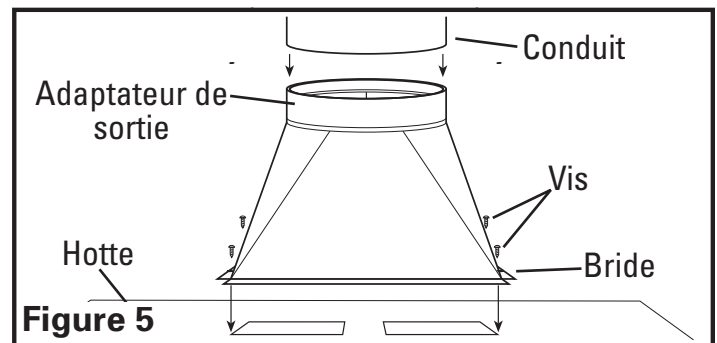

Figure 5
- Installer l'adaptateur mural de la bonne taille requise à la hotte en appariant les quatre trous sur la bride de l'adaptateur aux quatre trous correspondants sur la hotte et fixer en place avec les vis comprises. Assurez-vous que le joint est étanche autour de l'adaptateur en sécurisant tous les raccords avec du ruban de gaine (**Figure 5**).
- Quand il y a accès au dessus de l'unité, reliez la canalisation au collier de conduit et fixez-la en place en utilisant un ruban adhésif pour sceller tous les joints (**Figure 5**).